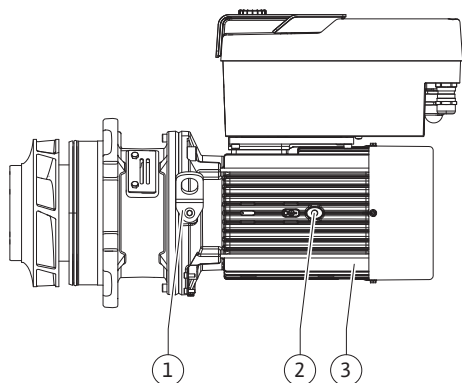

Fig. 107: Πτερωτή κινητήρα
13. Εισαγάγετε την πτερωτή κινητήρα (βλέπε Fig. 107) στο κέλυφος της αντλίας και φέρτε τη στην παλιά της θέση ή σε μια άλλη επιθυμητή θέση υπό γωνία. Για τα παραπάνω λάβετε υπόψη τις επιτρεπόμενες θέσεις εγκατάστασης των εξαρτημάτων (βλέπε κεφάλαιο "Επιτρεπόμενες θέσεις τοποθέτησης και αλλαγή της διάταξης εξαρτημάτων πριν από την εγκατάσταση" [► 25]).